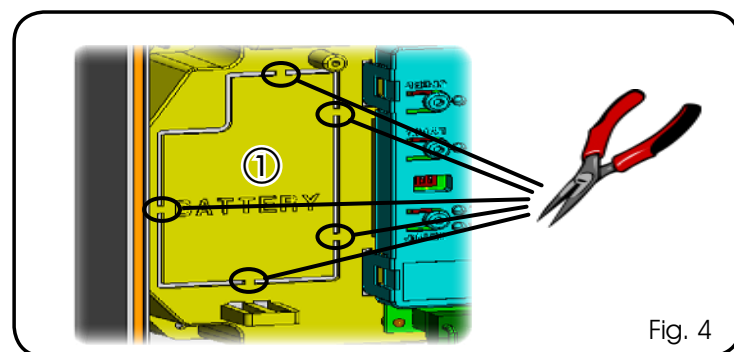

Fig. 4
Tale supporto (rif ① in Fig.4) è stato pre-stampato per permettere l'apertura dell'alloggio batteria.